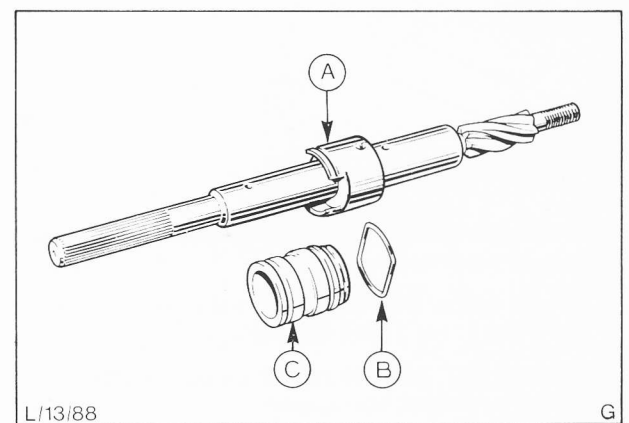

Abb. 38 Steuerventil zerlegt
33. Steuerventil auf die Ritzelwelle aufziehen und mit Sprengring sichern, Abb. 38. Darauf achten, daß Sprengring „B“ in die untere Nut des Steuerventils „C“ einrastet.